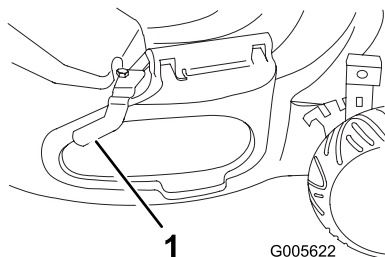

Figura 26
1. Togliete il bullone e il morsetto del carter laterale, quindi rimontate il bullone nel foro e conservate il morsetto per utilizzarlo in futuro (Figura 26).